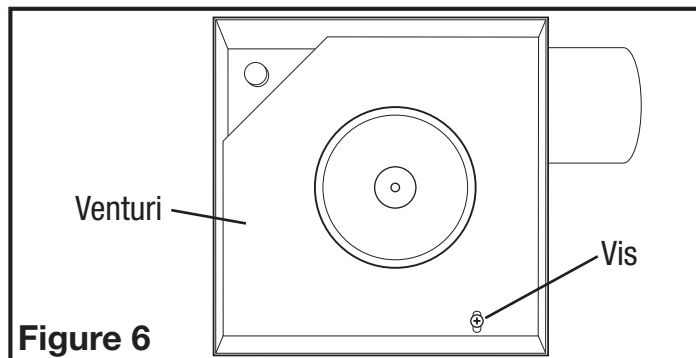
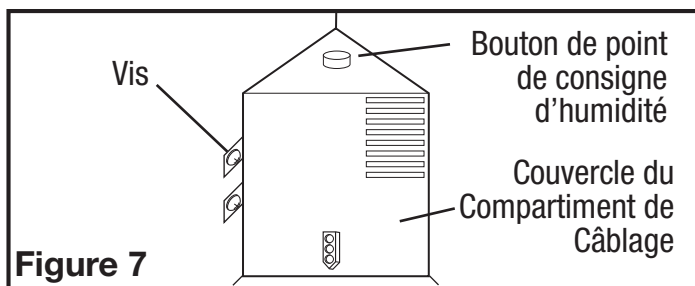

Figure 6
Figure 7
- Enlever le vis retenant en place l'ensemble venturi du ventilateur et soulever pour sortir l'assemblage hors du châssis (Figure 6). Enlever la vis du couvercle du compartiment à câblage et mettre ce couvercle dans un endroit fiable (Figure 7).